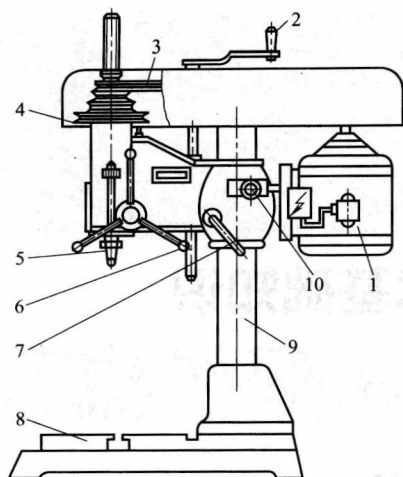

图 1-1 台式钻床结构
(1) 台式钻床（图 1-1）是一种小型钻床，放在台子上使用。一般用来钻削工件直径在 $\phi 13\text{mm}$ 以下的孔，也可扩 $\phi 16\text{mm}$ 以下的孔，为手动进给。台钻的型号与技术参数见表 1-1。